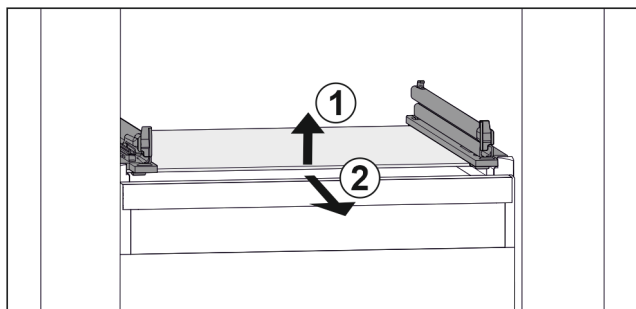

Fig. 74 Primjerni prikaz staklene ploče
- ▶ Staklenu ploču podignite sprijeda. Fig. 74 (1)
- ▶ Izvadite staklenu ploču prema naprijed. Fig. 74 (2)